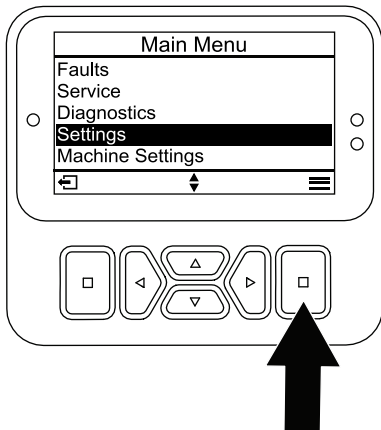

Figura 32
1. Dal MAIN MENU (MENU PRINCIPALE), scorrete verso il basso fino al menu SETTINGS (IMPOSTAZIONI) e premete il pulsante seleziona (Figura 32).